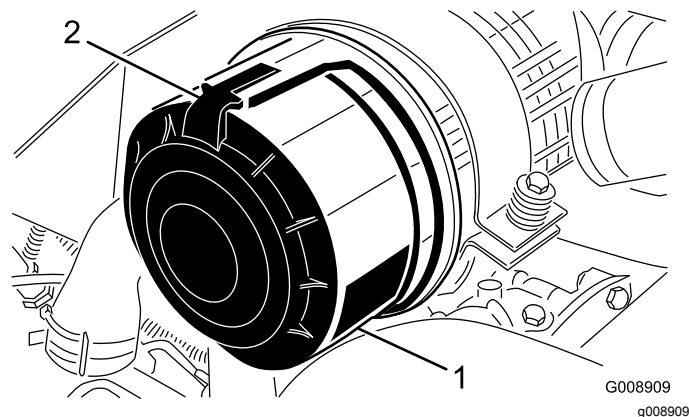

Bild 79
1. Lösen Sie die Riegel, mit denen die Abdeckung des Luftfilters am Luftfiltergehäuse befestigt ist (Bild 79).